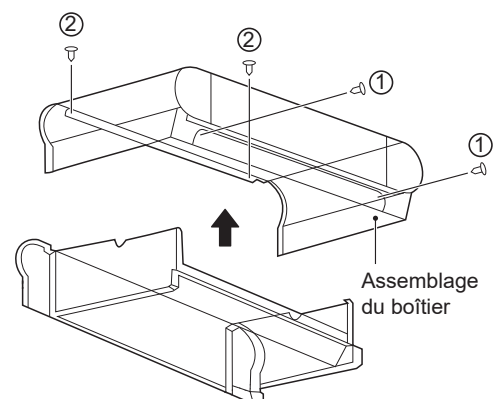

Figure 5-17 Retrait du boîtier
Comme illustré à la Figure 5-17, retirez les vis ①\*2 et ②\*2 puis le boîtier.